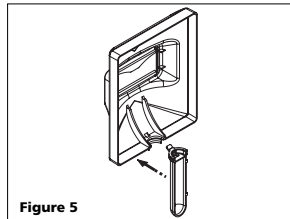

Figure 5
3. Pour fixer le manche, placer le masque à main sur une surface nivelée et appuyer sur le manche jusqu'à ce qu'il soit en place. (Voir Figure 5).